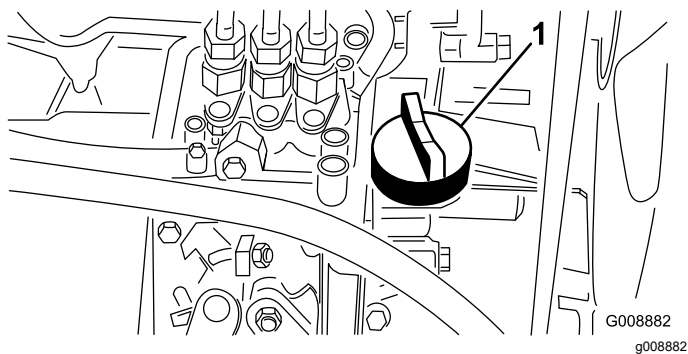

Рисунок 49
4. Если уровень масла ниже допустимого, снимите крышку маслозаливной горловины (Рисунок 49) и постепенно, небольшими порциями долейте масло, периодически проверяя его уровень, до отметки Full (Полный) на масломерном щупе.